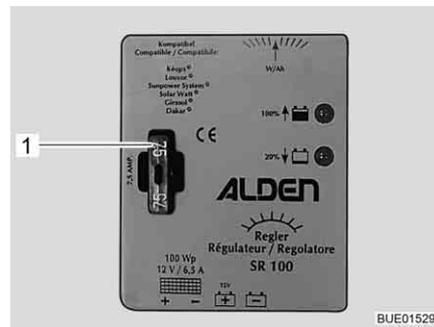

Fig. 173 Fusible del regulador de carga solar de 100 W
- Cambiar el fusible plano 5 A/marrón claro (Fig. 173,1).